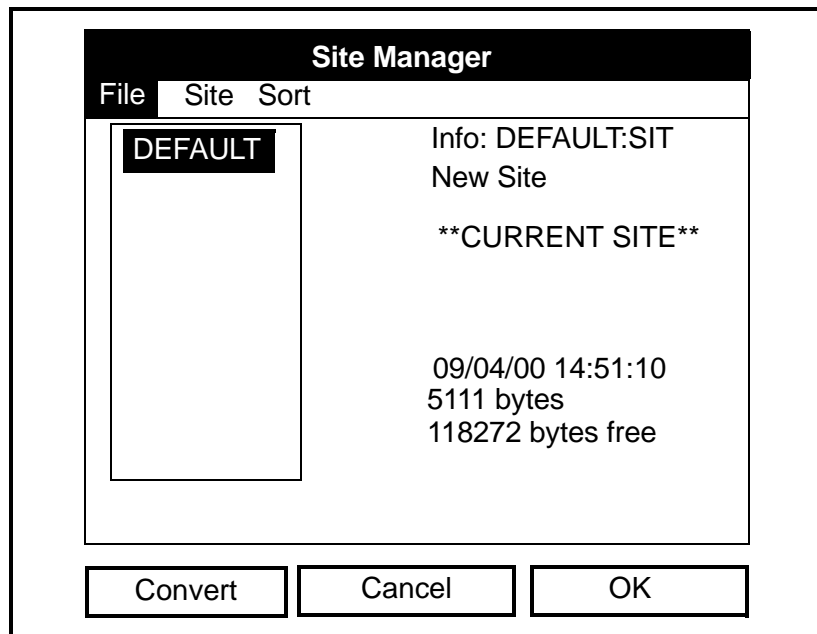

Figura 4-2: Ventana Site Manager (Gestor de ubicación)
2. Con el menú *Site* (Ubicación) resaltado, desplácese hasta la opción *Site Manager* (Gestor de ubicación) y pulse [ENTER]. Aparecerá una ventana como la de la figura 4-2.
Debe decidir si desea utilizar la ubicación que aparecía resaltada en la ventana *Site Manager* (Gestor de ubicación) (consulte la figura 4-2 en la página 4-2) como plantilla para la ubicación nueva:
1. Resalte la ubicación deseada en la ventana *Site Manager* (Gestor de ubicación) (consulte la figura 4-2 en la página 4-2).
1. Desde *Site Manager* (Gestor de ubicación) (consulte la figura 4-2 en la página 4-2), pulse [MENU] para abrir el menú *File* (Archivo).
Para actualizar el medidor con la información más actual, abra *Site Manager* (Gestor de ubicación) (consulte la figura 4-2 en la página 4-2). A continuación, proceda del modo siguiente:
1. Resalte la ubicación actual en la ventana *Site Manager* (Gestor de ubicación) (consulte la figura 4-2 en la página 4-2) y pulse [MENU] para abrir el menú *File* (Archivo).